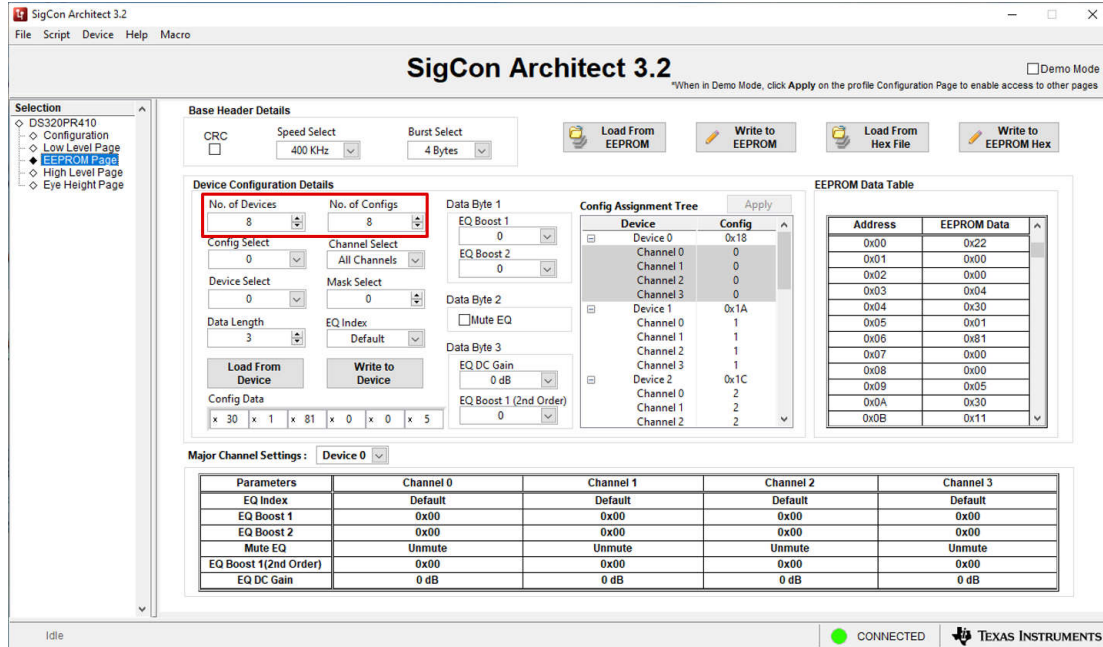

图 4-1. EEPROM 页面 : 配置数量和器件数量
1. 一次可以对多个器件进行编程。使用图 4-1 中显示的菜单选器件数量和配置数量。如果需要, 最多可以创建 32 个不同的配置并将其分配给每个器件和通道。